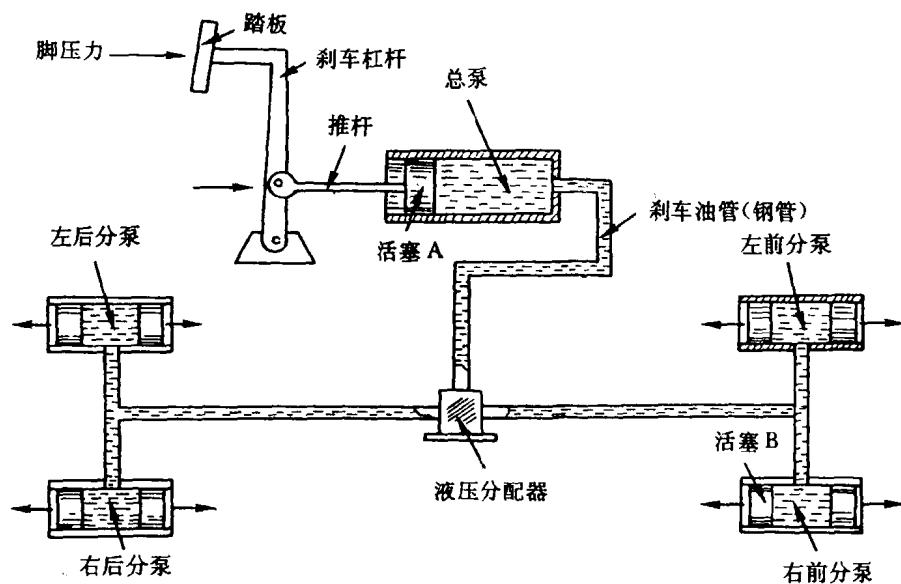

图 1-11 液压传动系统
(5) 刹车系统中液压的使用：如图 1-11 所示，为一简单的液压刹车系统 (hydraulic brake system)。